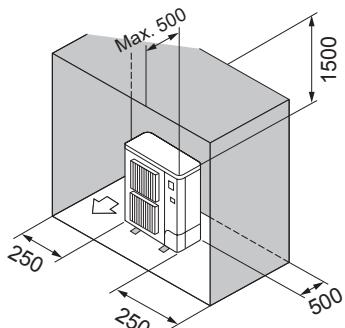

Fig. 2-12
- ⑥ Obstacles uniquement à l'arrière, sur les côtés et au-dessus (Fig. 2-12)
- ⑦ Ne pas utiliser les guidages de sortie d'air en option pour un débit d'air vers le haut.